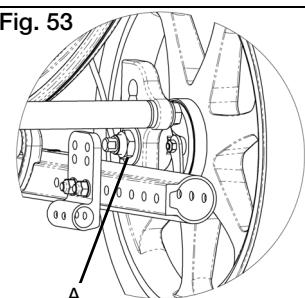

Fig. 53
- a. Retire ambas ruedas. Utilizando una llave de 24mm, afloje la tuerca de la manga del eje (Fig. 53:A) y la arandela. Repita en el lado opuesto de la silla.